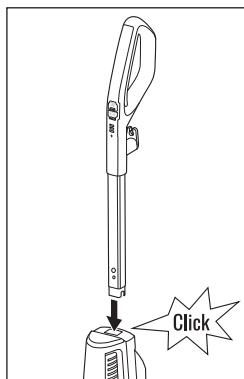

Fig. 1
- ◆ Împingeți unitatea manuală ① în orificiul din partea de sus a aparatului până când unitatea manuală ① se cuplează cu un clic în orificiu (a se vedea fig. 1).